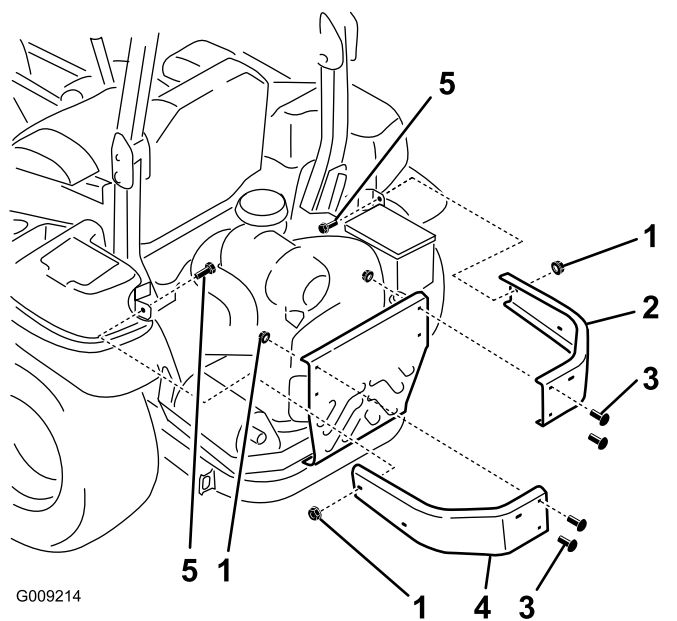

Figure 5
retirés précédemment et 6 écrous à embase ($\frac{3}{8}$ "), comme montré à la Figure 5.
1. Retirez les écrous et les boulons qui fixent les pare-chocs latéraux sur la machine (Figure 5).